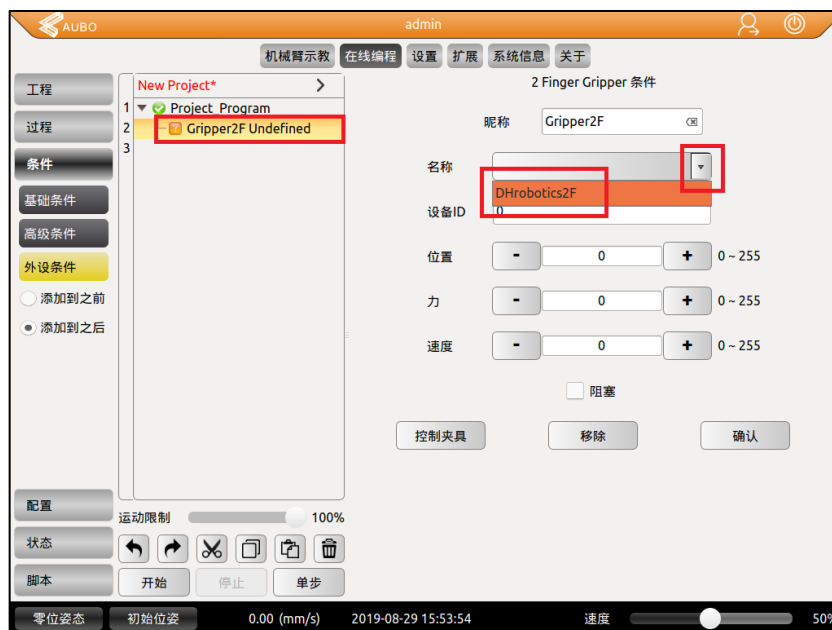

图 5.8 PGC140 工程应用
6. 应用上，进入工程编程编辑页面，选择条件中的外设条件，添加 2 Finger Gripper 。选择夹爪型号 DHrobotics2F。如图 5.8 所示。